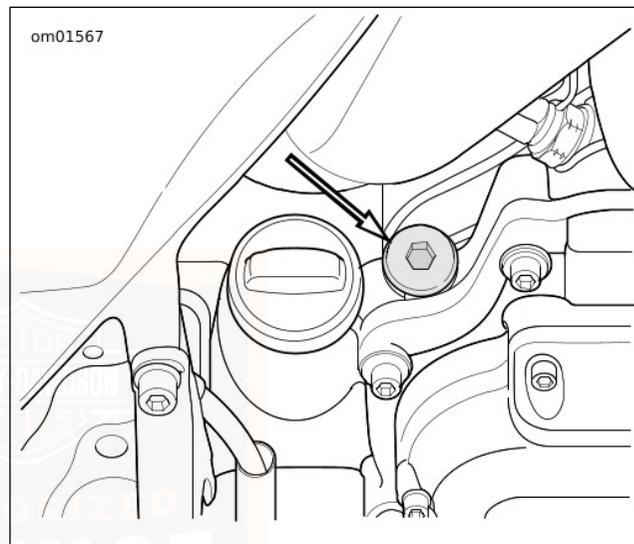

Figure 65. Emplacement du bouchon de remplissage/jauge de la transmission
2. Voir Figure 65 . Déposer le bouchon de remplissage/jauge de la transmission. Essuyer la jauge.
1. Voir Figure 65. Retirer le bouchon de remplissage/jauge de la transmission.